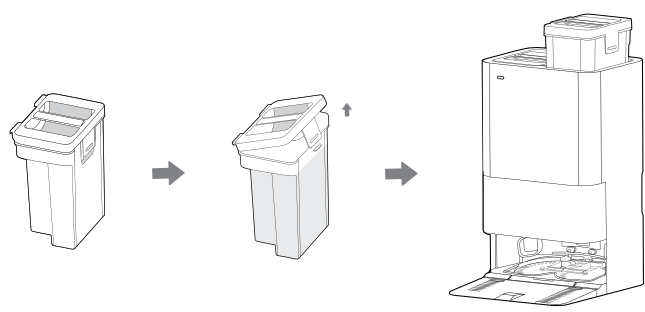

Abbildung 5
10. Vor Beginn der ersten Reinigung entfernen Sie den Frischwassertank auf der rechten Seite, öffnen Sie den Deckel und füllen Sie sauberes Wasser mit Hoover-Reinigungsmittel ein (35602971-DETHHOOV) [Abbildung 5]